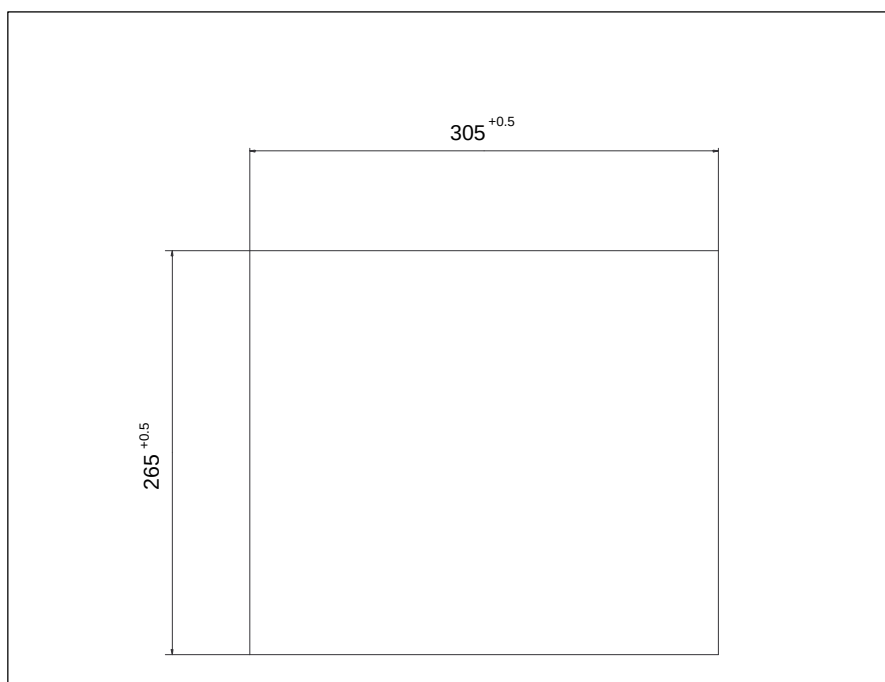

Figura 2-6 Sezione del quadro elettrico per FI10
- Inserire l'apparecchiatura (vedere figura 2-6) nell'apertura predisposta e maneggiarla con cura finché non è fissata completamente.